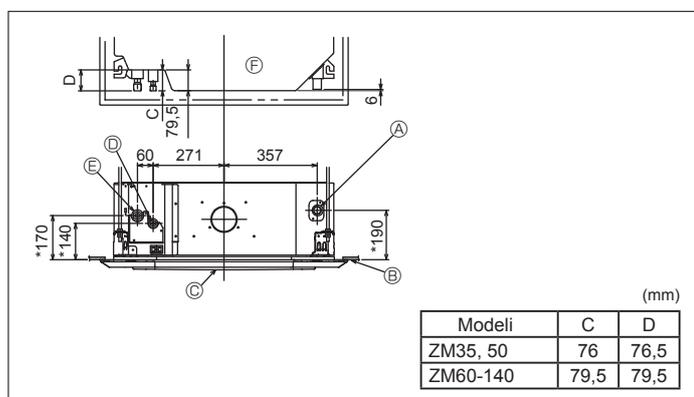

Fig. 3-3
3.3. Mjesta rashladnog sredstva i odvodnih cijevi unutarnje jedinice (Fig. 3-3)